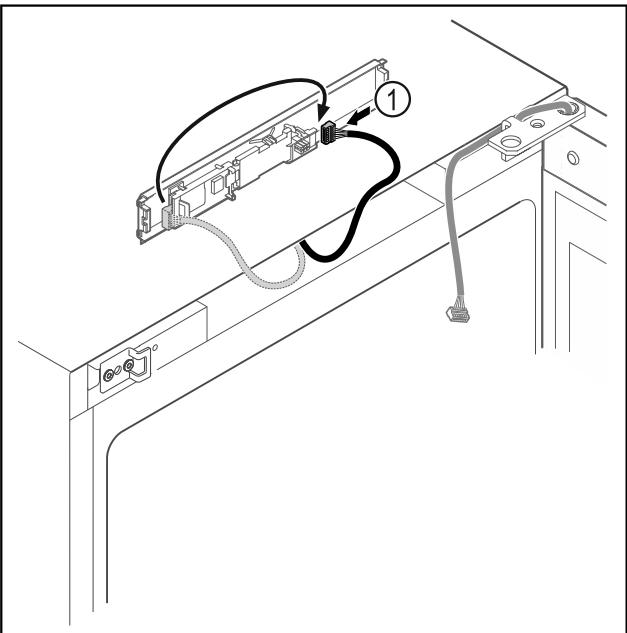

Fig. 19
► Ponovno spojite utikač Fig. 19 (1) na tiskanu pločicu.